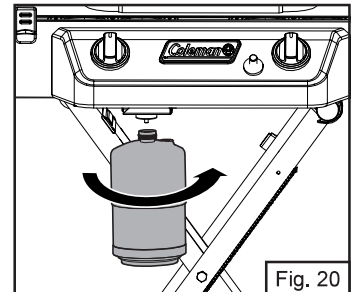

Fig. 20
- Quite el tapón plástico del cilindro de propano y enrosque el cilindro en el regulador apretándolo con la mano (Fig. 20).